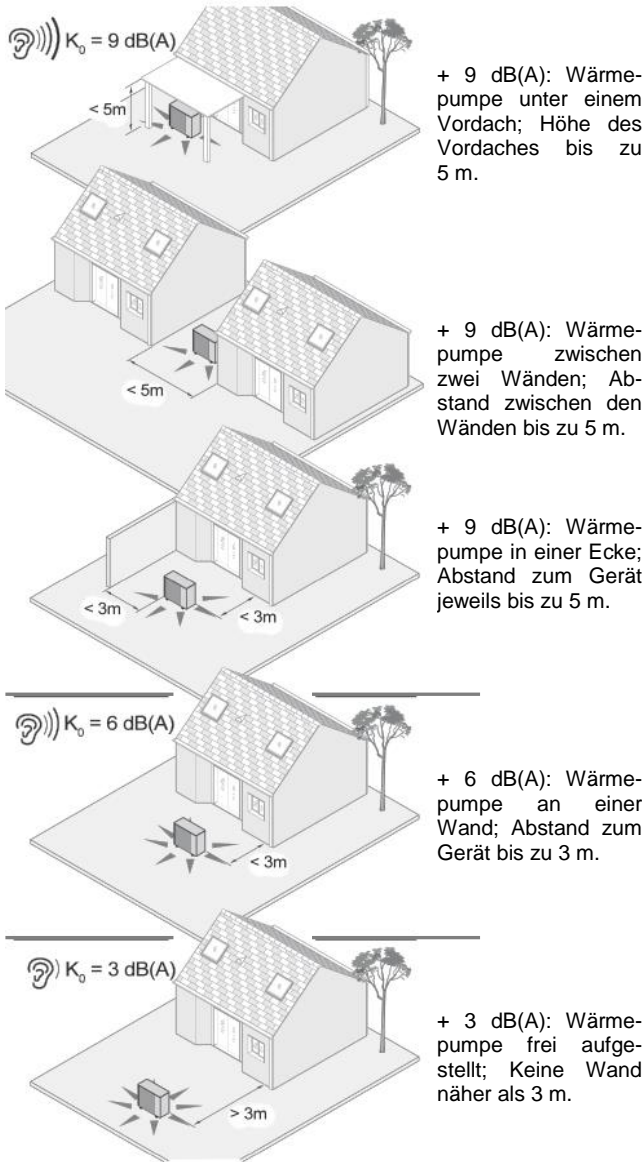

Abb. 8-2 - Quelle: Bundesverband Wärmepumpe (BWP) e.V.
- $K_0$  Raumwinkelmaß aus der Aufstellungssituation (Erhöhung durch Reflexion um  $3,6$  oder  $9 \text{ dB}$ ) gemäß Abb. 8-2